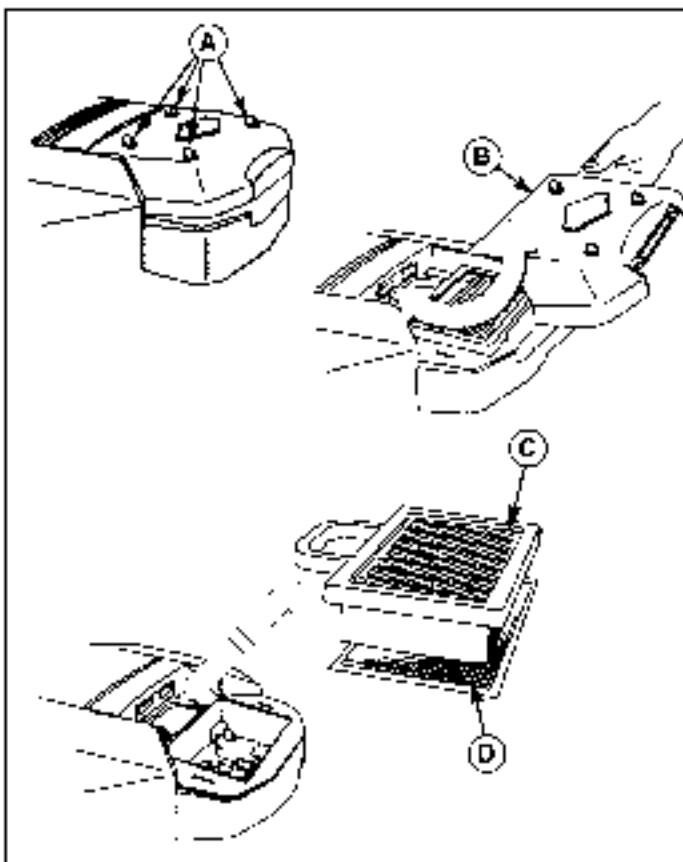

Figura 19. Conjunto del filtro de aire
- Desatornille las cuatro perillas (A, Figura 19) girándolas en el sentido contrario al de las agujas del reloj.